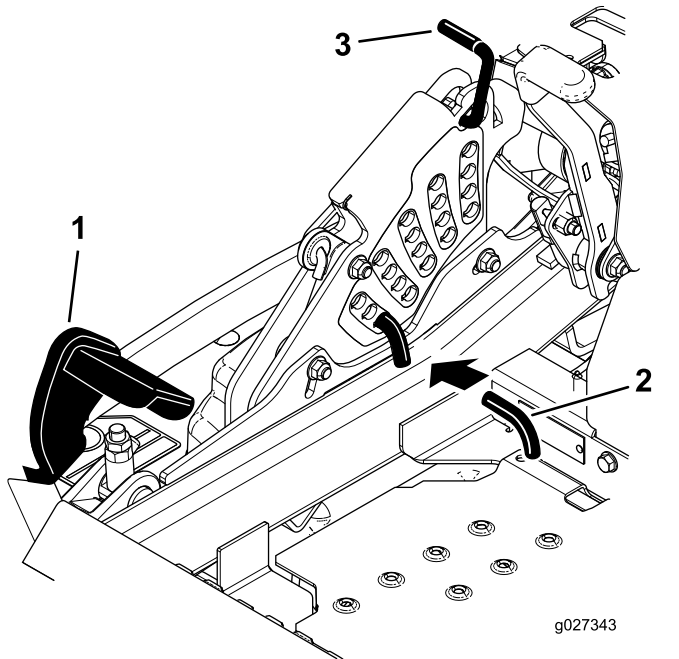

Figure 94
- Enfoncez la pédale de levage du tablier de coupe au maximum pour verrouiller le tablier à la position transport de 140 mm (5½ po) (Figure 94).